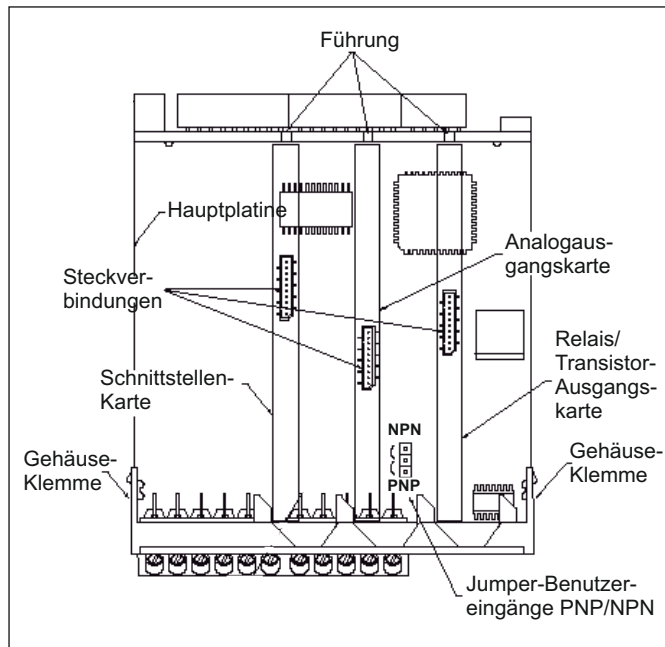

Bild 4.1: Ausgangskarten
Die Ausgangskarten haben feste Einbaupositionen. Die Steckverbinder der Karten sind so konstruiert, dass jede Karte nur auf eine bestimmte Position passt. Die Einbauposition der Karten ist aus Bild 4.1 ersichtlich.
2. Stecken Sie die Ausgangskarte auf den entsprechenden Steckplatz (siehe Bild 4.1).
(Bild 4.1).